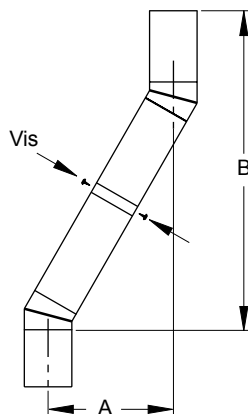

Figure 12 - Coude de décalage
Continuez à assembler les sections de cheminée comme mentionné en vous assurant que le conduit intérieur et le conduit extérieur sont verrouillés l'un à l'autre. Lors de l'installation d'une cheminée à double paroi encastrable, il est important de s'assurer que le joint entre chacune des sections est verrouillé. Après avoir verrouillé une section, tirez-la vers le haut pour vérifier. La cheminée ne se séparera pas si le joint est correctement verrouillé. Il n'est pas nécessaire d'ajouter de vis pour garder réunie la cheminée (exception : voir figure 12, page 10).
4. Tous les raccords de conduit entre le décalage et le retour doivent être fixés à l'aide de deux vis sur le conduit extérieur uniquement (voir figure 12, page 10). Ne perforez pas le conduit intérieur en acier inoxydable.